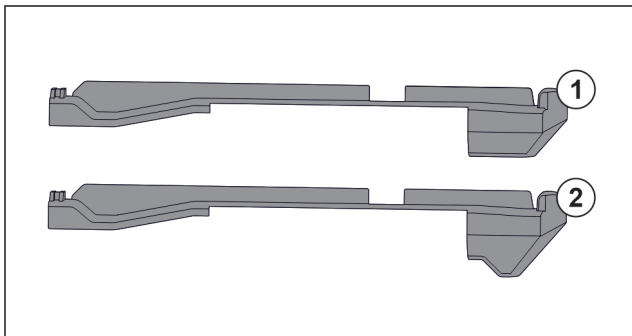

Fig. 78 Porównanie elementów nasadzanych
W urządzeniu znajdują się dwa różne elementy nasadzane. Element nasadzany nad najniższą szufladą Fig. 78 (2) posiada trójkątną krawędź. Wszystkie pozostałe elementy nasadzone Fig. 78 (1) mają prostą krawędź.
- ▶ Element nasadzany Fig. 78 (2) z trójkątną krawędzią umieścić nad najniższą szufladą.
- ▶ Element nasadzany Fig. 78 (1) z prostą krawędzią umieszczać we wszystkich pozostałych miejscach.